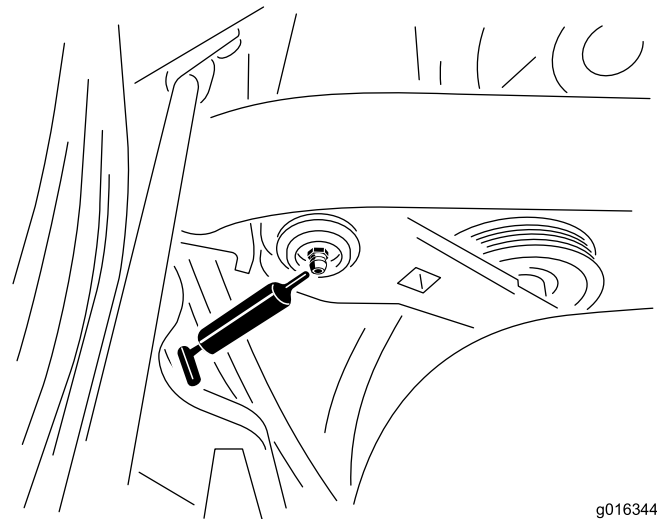

Figura 27
1. Limpie el engrasador para evitar que penetre materia extraña en el cojinete o el casquillo (Figura 27).